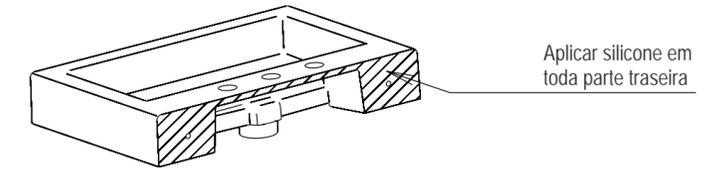

Fig. 6
- 7 Com os metais montados, aplicar silicone na região da traseira da cuba e fixar com o Kit SP13 definitivamente, rosquear os flexíveis e sifão na cuba. (figs. 6 e 7)